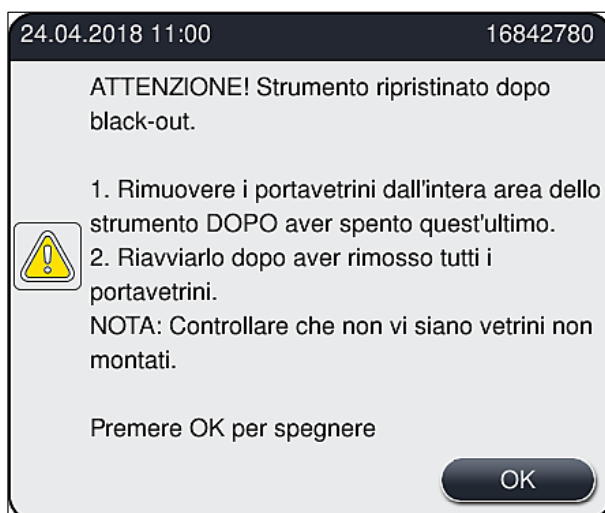

Fig. 107
- Dopo che l'alimentazione è stata ripristinata viene eseguito un riavvio automatico dello strumento. L'utente viene avvisato dell'interruzione dell'alimentazione con un messaggio informativo (→ Fig. 107) visualizzato sullo schermo e l'evento viene inserito nel registro eventi.
- ① Dopo il ripristino dell'alimentazione lo strumento viene riavviato automaticamente. Viene emesso un segnale acustico di avviso e viene visualizzato un messaggio di avviso sul display (→ Fig. 107).
Quindi seguire le istruzioni nel messaggio informativo (→ Fig. 107) e rimuovere i vetrini dallo strumento.